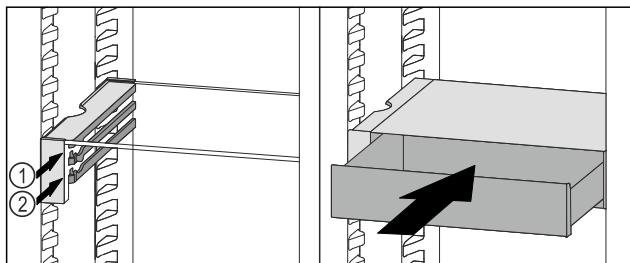

Fig. 128
- VarioSafe-Schubfach hinter den Stopfern auf gewünschter Rippe Fig. 128 (1) oder Fig. 128 (2) aufsetzen.